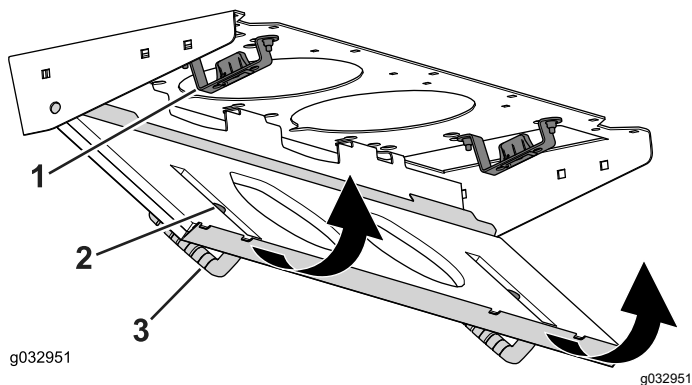

Figura 136
- Ruotate lo schermo del filtro attorno alle alette fino a quando il fermo non si blocca nel gruppo del supporto del fermo (Figura 136).